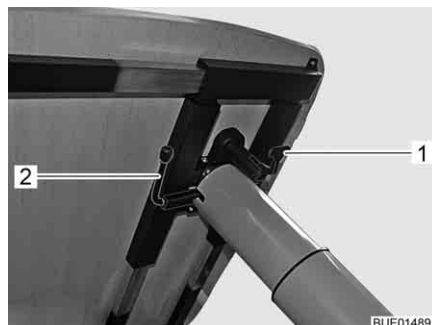

Fig. 107 Regolazione del tavolo rialzabile
- Tirare verso il basso la leva di serraggio (Fig. 107,1).
- Ruotare di 180° in senso antiorario la leva (Fig. 107,2) sotto il piano del tavolo. Il meccanismo di sollevamento nel piede del tavolo viene sbloccato.
- Ruotare di 180° in senso antiorario la leva (Fig. 107,2) sotto il piano del tavolo. Il piano del tavolo va automaticamente verso l'alto fino al fine corsa.